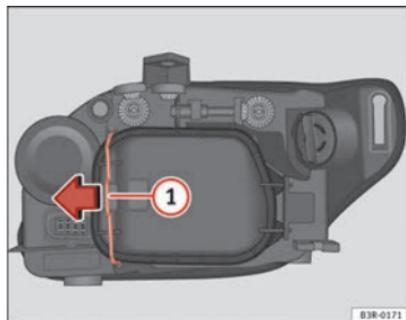

Fig. 193 Médios
Embora não seja necessário, extrair previamente a tampa rígida → Fig. 193, facilita a substituição da lâmpada do indicador de mudança de direcção. ■
- Desloque o tirante ⇒ Fig. 193 ① no sentido da seta e retire a tampa rígida separando primeiro o lado do tirante e retirando depois as duas patilhas da extremidade contrária da tampa.